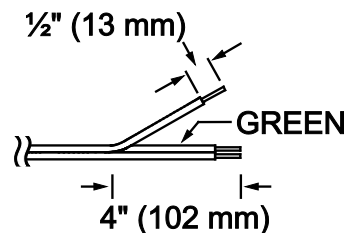

图 8. 在恒温器接线的末端将电线分开。
1. 从恒温器接线的末端开始，将每根电线分成 4 英寸 (102 mm) 的段。将导体末端剥下大约 ½ 英寸 (13 mm)。见图 8。